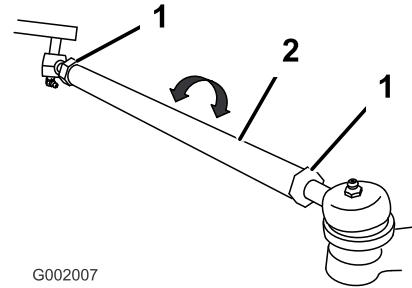

Bild 59
5. Wenn der Wert nicht im angegebenen Bereich liegt, lösen Sie die Klemmmutter an beiden Ende der Zugstangen (Bild 59).